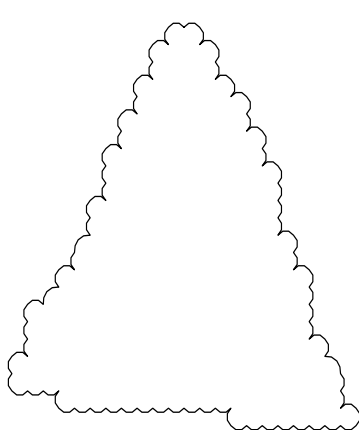
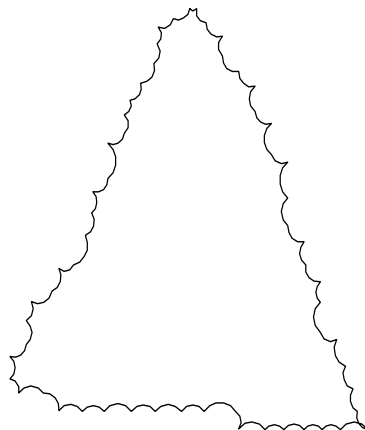

图 3-25 用云线作树冠
图 3-26 云线作反转方向后
用 Revcloud 命令绘制如图 3-25 所示图形, 其具体操作如下:
完成的树冠如图 3-25 所示。绘制反转方向云线图形如图 3-26 所示，其具体操作如下：
修订云线完成，结果如图 3-26 所示
- 2) 云线可绘制凸形的云状物体，如图 3-25 所示，反转方向后成为凹形的云状物体，如图 3-26 所示。